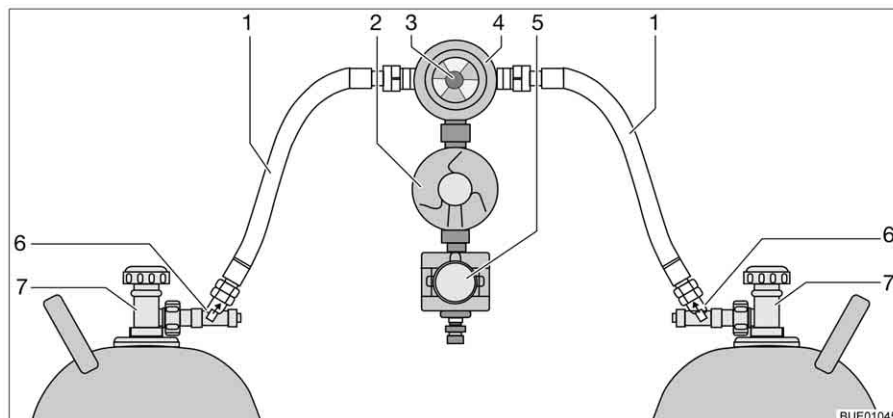

Fig. 154 Impianto di commutazione Crash Protection Unit
La Crash Protection Unit consiste di due limitatori di flusso con sblocco manuale (Fig. 154,6), di una valvola di commutazione (Fig. 154,4) con regolatore di pressione (Fig. 154,2), di una elettrovalvola (Fig. 154,5) e di una centralina di controllo con LED a tre colori. La valvola di commutazione viene montata tra i due tubi del gas (Fig. 154,1).
Con la manopola (Fig. 154,3) sulla valvola di commutazione è possibile stabilire, quale delle bombole del gas viene utilizzata come bombola in uso e quale bombola del gas viene utilizzata come bombola di riserva.
Sulla centralina di controllo (Fig. 155) possono venire azionate solo le funzioni elettriche. Le valvole principali di arresto delle bombole del gas (Fig. 154,7) e gli sblocchi (Fig. 154,6) devono essere aperti a mano.
- Aprire le valvole principali di arresto delle bombole del gas (Fig. 154,7).
- Premere gli sblocchi (Fig. 154,6) uno dopo l'altro per 10 secondi.
- Con la manopola (Fig. 154,3) sulla valvola di commutazione (Fig. 154,4) selezionare la bombola del gas, da cui proviene la principale alimentazione del gas (bombola in uso).
- Chiudere le valvole principali di arresto delle bombole del gas (Fig. 154,7).